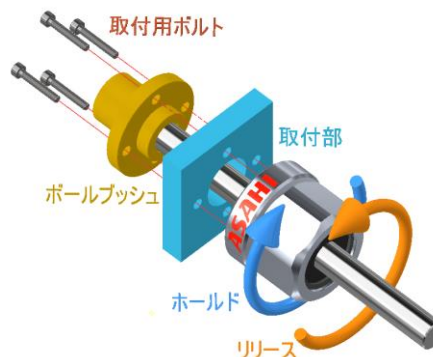

図3 ボールブッシュ併用取付図
- 4.4.2 図3のように取付部にボールブッシュ及び本製品を取付け、動く程度に軽く取付用ボルトを仮締めして下さい。